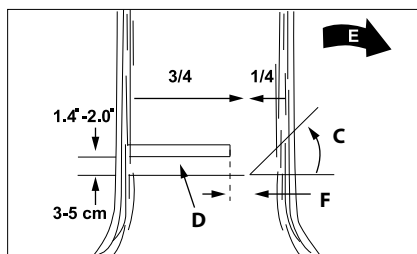

Fig. 15
Attention! Ne marchez jamais devant un arbre dans lequel vous avez fait une entaille de direction. La coupe finale (D) est réalisée à l'arrière de l'arbre à 3-5 cm au-dessus de la base horizontale de l'entaille (C) (fig. 15).